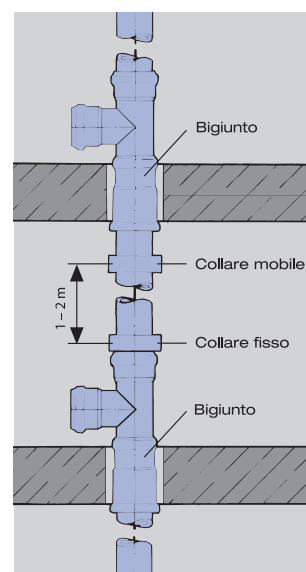
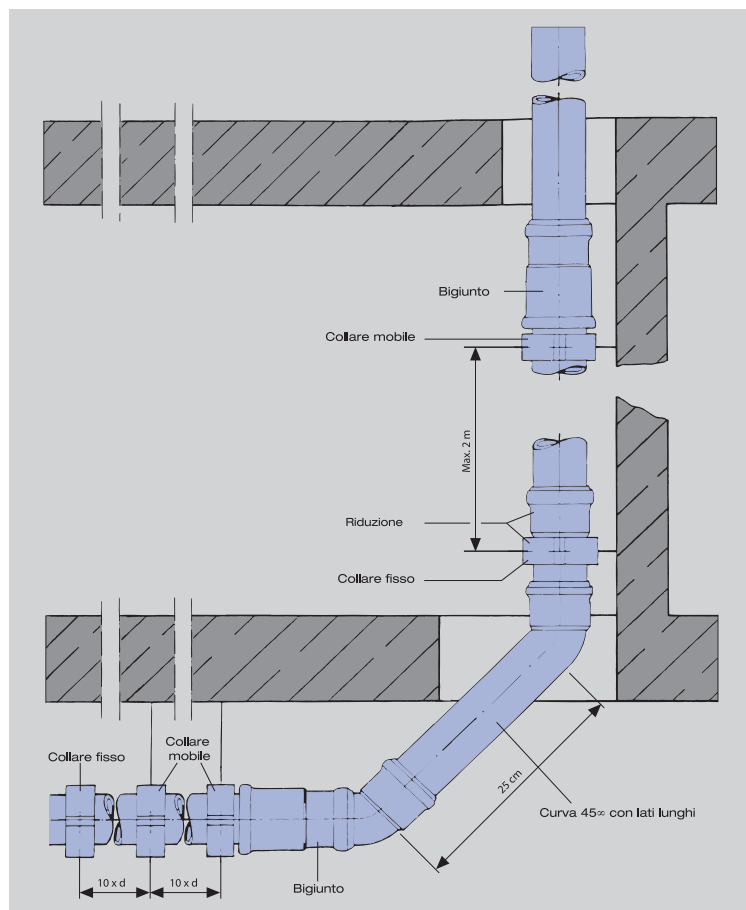

Fig. 11: Fissaggio di Wavin
Fig. 12: Fissaggio di Wavin con supporto per colonna di scarico
- La distanza tra i collari per le tubazioni orizzontali deve essere circa 10 volte il diametro esterno del tubo (fig. 12). Per le tubazioni verticali, in base al diametro esterno, deve essere di 1-2 m (fig. 11)
- Il collare fisso dovrà essere collocato all'estremità inferiore del tubo immediatamente sopra al raccordo / del manicotto di innesto. Il collare mobile deve essere montato ad una distanza massima di 2 metri al di sopra del collare fisso (fig. 12).
Nei casi particolari in cui vengano utilizzati elementi di connessione diversi dal manicotto di innesto (per es. manicotto scorrevole), per ogni tubo di lunghezza massima consentita (3 m) è necessario installare un collare fisso ed un collare mobile, tenendo in considerazione quanto illustrato dalle figure (fig. 11 e fig. 12).